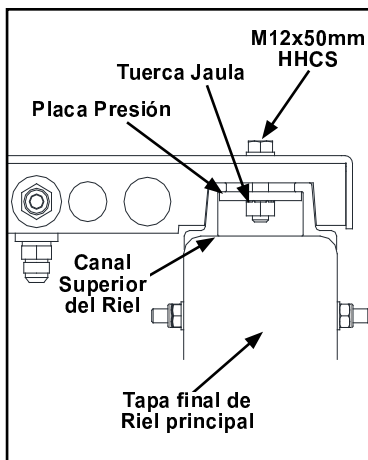
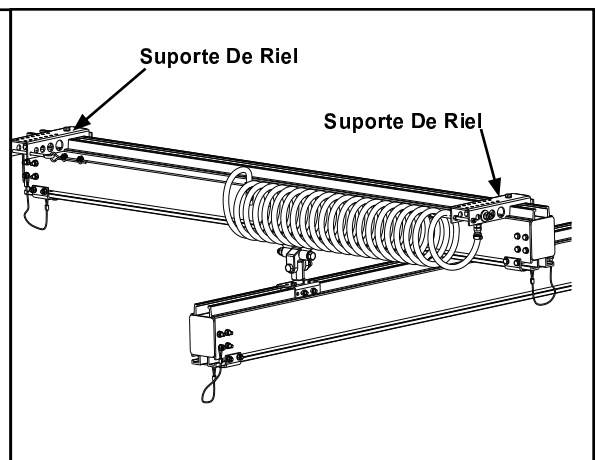

Figura 3-114
Figura 3-116
- Paso 1. Empiece en extremo de riel más cerca de suministro de aire at runway. Instale soporte para aire (soporte con conectores), afloje tuerca jaula y deslice el soporte para aire en canal superior del riel. Posiciónelo Aprox. A una (1") (25 mm) del extremo del riel. Vea Figura 3-114 hasta Figura 3-116.